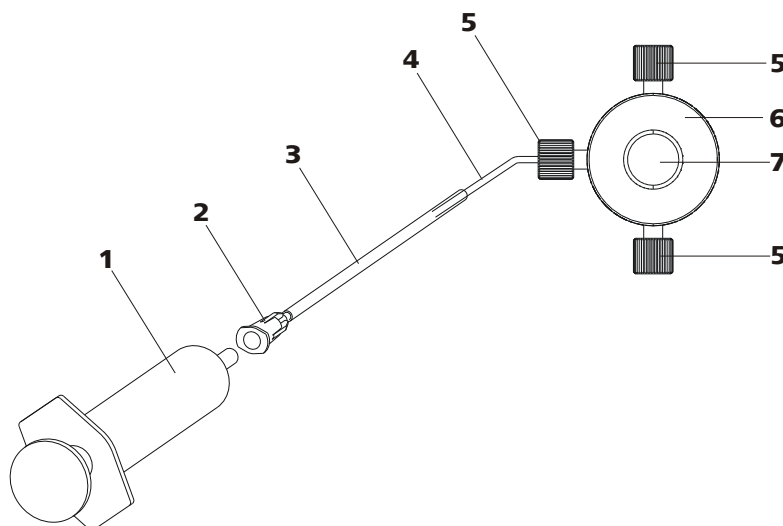

Figura 16 Purgar la bomba de alta presión
Purgue la bomba de alta presión como se indica a continuación (véase *Figura 16, página 33*):
- Inserte la jeringa (16-1) en el conector Luer (16-2) de la cánula de purga (véase Figura 16, página 33).